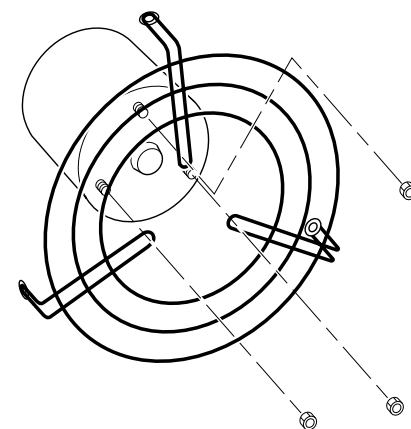

Figure 9 - Fixation de la grille de ventilateur sur le moteur
5. Retirer les trois écrous de fixation de la grille de ventilateur au moteur à l'aide d'une clé à douille. Retirer la grille (voir la figure 9).
7. Monter la grille de ventilateur sur le nouveau moteur avec les trois écrous (voir la figure 9). Serrer les écrous fermement.